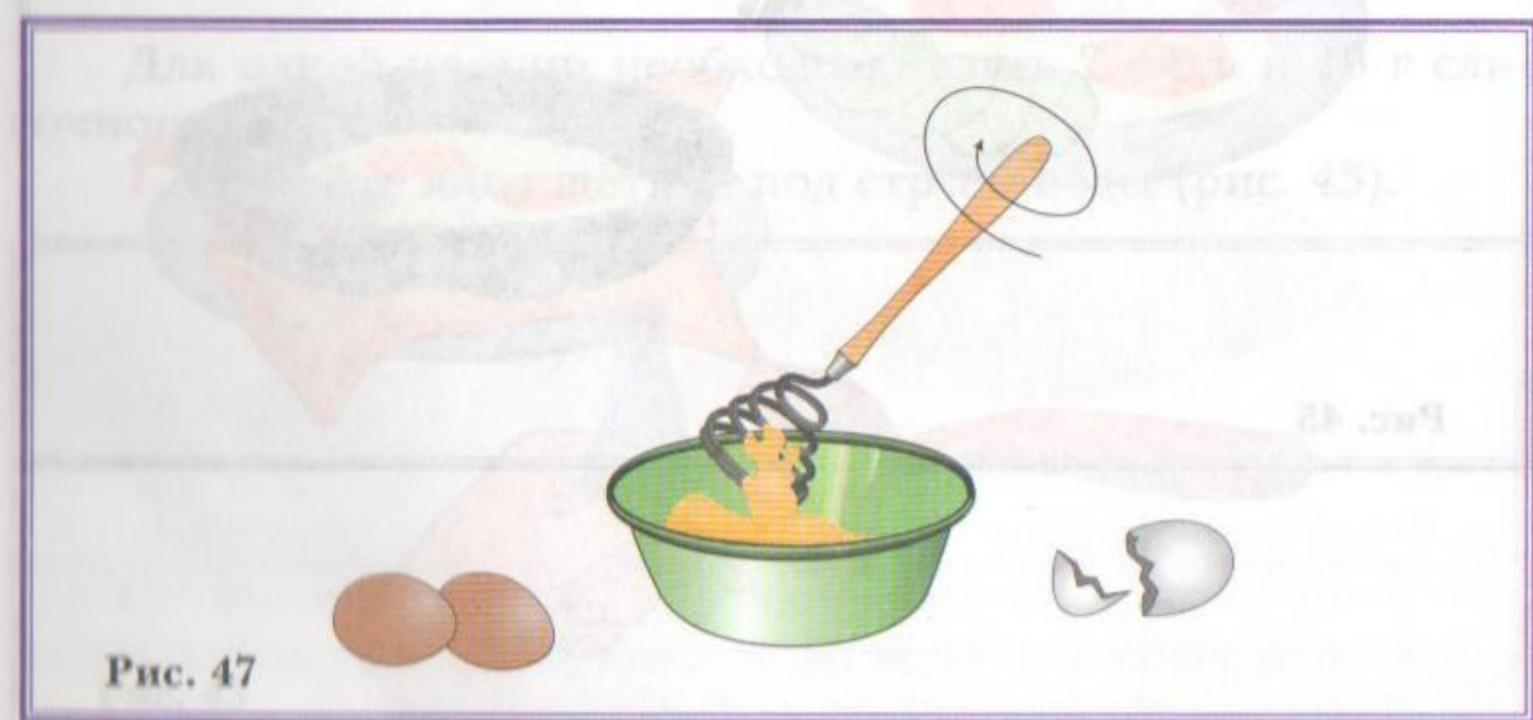

Рис. 47
1. Взбейте в миске муку, молоко, соль и яйца венчиком (рис. 47), вилкой или миксером.